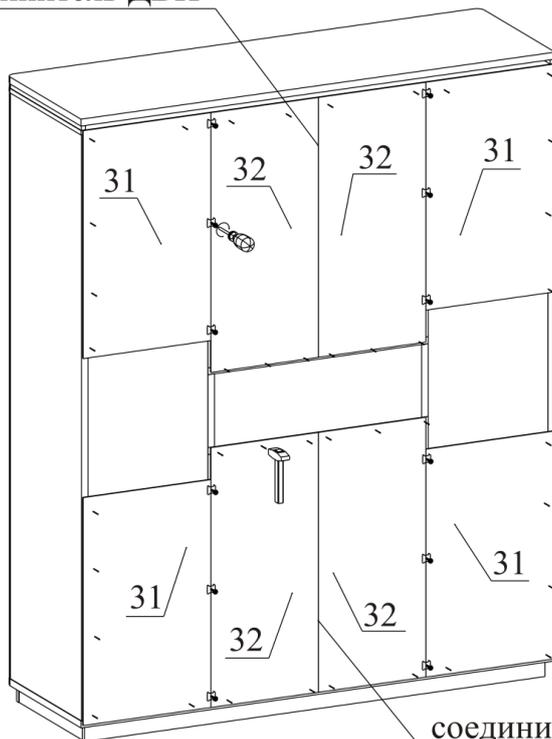

Рисунок 11
13. Установите задние стенки (поз. 31, 32), по периметру пробивая гвоздями, на стыках соединяя скрепками с шурупами. Между задними стенками (поз. 32) установите соединитель ДВП. См. рисунок 11.